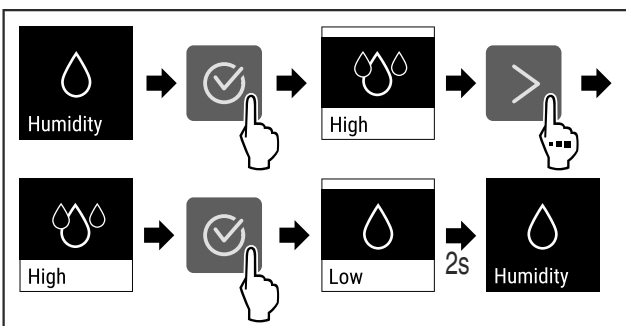

Fig. 95
- ▶ Følg anvisningene (se Fig. 95).